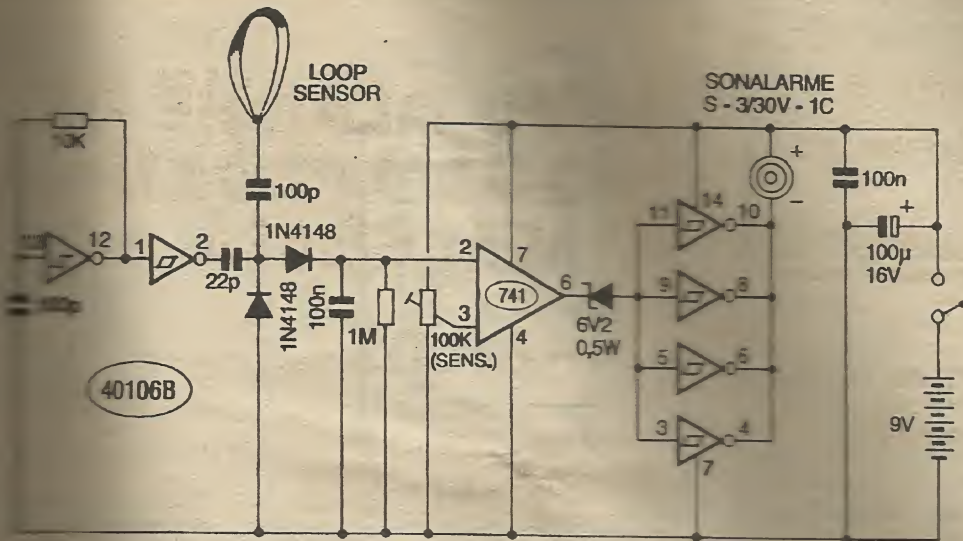

Fig. 1
- FIG. 1 - DIAGRAMA ESQUEMÁTICO DO CIRCUITO - As várias funções ativas do circuito foram distribuídas a dois integrados muito comuns, de baixo preço: um 40106, da família CMOS, contendo seis simples inversores com função Schmitt Trigger, e um 741, um Amplificador Operacional linear, versátilíssimo. Os dois *gates* do 40106 são ativados pelos pinos 1-2 e 12-13 formando o ASTÁVEL que trabalha em frequência relativamente elevada, já na faixa de 95 kHz (determinada pelos valores do capacitor de 100 pF e resistor de 10 K). Os pulsos rápidos assim gerados, são encaminhados via capacitor de 22 pF a um bloco retificador composto por dois diodos 1N4148, que, em nível de tensão C.C. pulsada, usada para carregar o capacitor de 100 nF . Este bloco funciona como filtro e estabilizador, alimentando na sua placa superior uma referência C.C. positiva e estável (capacitor a oscilação no